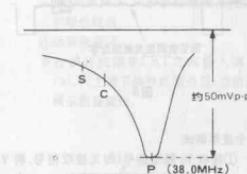

图 5
⑤ 调节 T 202 波形, 使其信号最大值为 38.0 MHz(±50 Hz), 如图 5 所示;